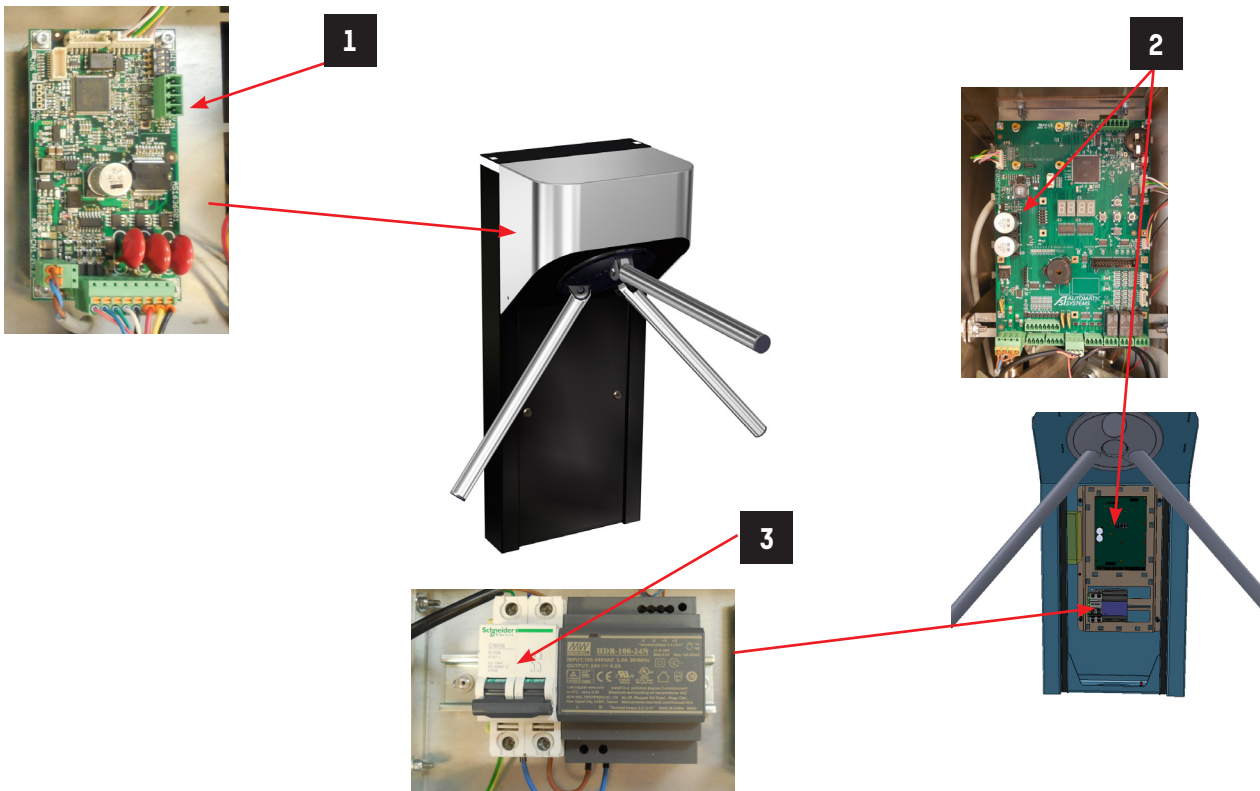
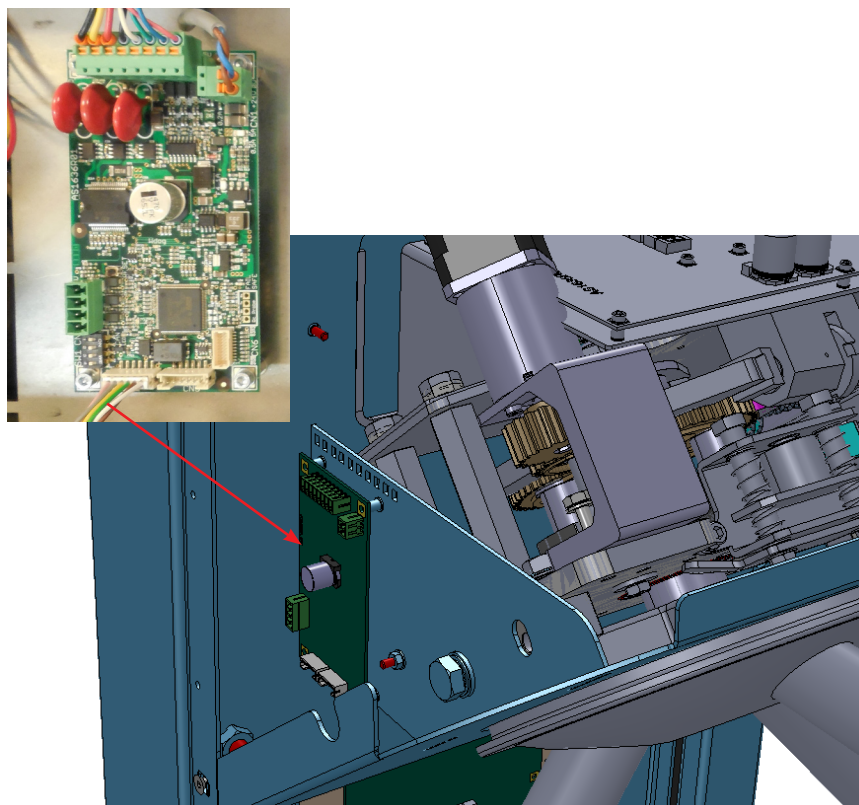

Fig. 30 - Översikt av elektronik-kort TL1
Fig. 31 - Motorkontrollkort TL1
På TL1-versionen är strömkablarna placerade i mitten på höljets fästpunkter. Strömförsörjningens krets-kort, huvudkrets-brytaren (3) och logikkortet är placerade inuti foten och det valfria motorstyrkortet (1) är placerat inuti det övre locket (⇒ Fig. 30 och Fig. 31).